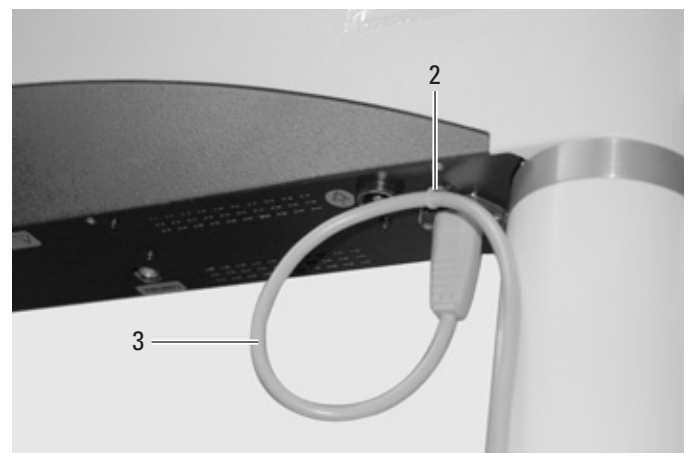

Bild 3
⇒ Netzkabel (3) mit Kabelbinder (2) fixieren (Bild 3).